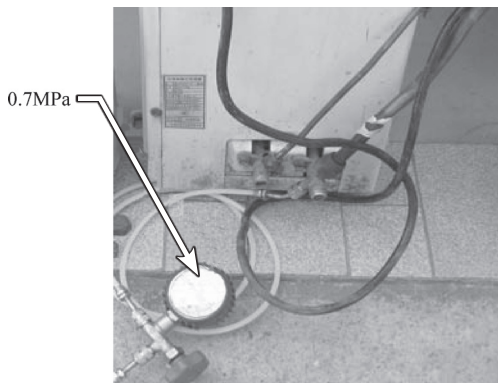

图 5-9 检测系统静态压力
2) 在室外机三通阀检修口接上压力表检测系统压力为 0.7MPa 的静态压力，如图 5-9 所示。